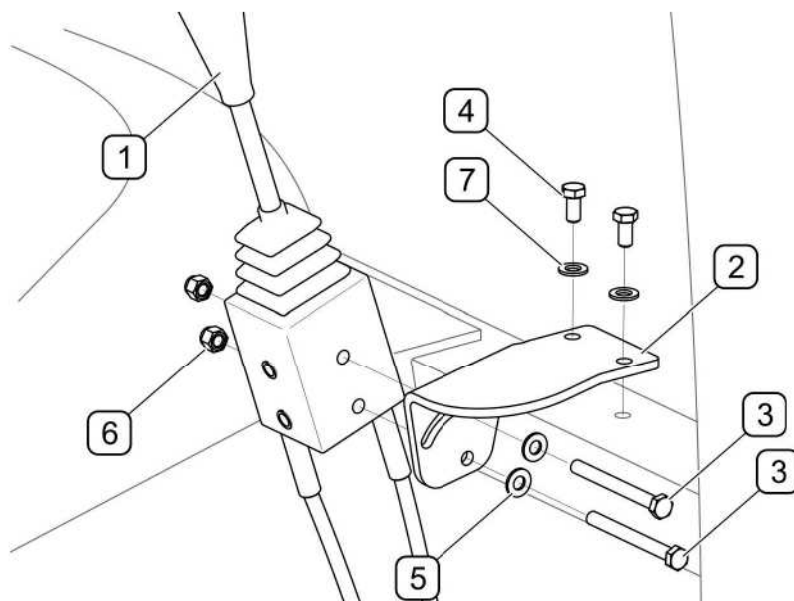

РИСУНОК 4.14 А Монтаж рычага управления погрузчиком в кабине трактора ZEFIR 40/40К
(1)- рычаг управления погрузчиком; (2)- кронштейн для рычага; (3)- болт M8x80;
(4)- болт М8х16; (5)- шайба 8-100HV; (6)- гайка М8; (7)- упругая шайба Z8
Для монтажа рычага управления погрузчиком в кабине трактора Zefir40/40K (РИСУНОК 4.14 А) нужно около правой передней стойки двери прикрепить кронштейн (2) для установки рычага управления (1)